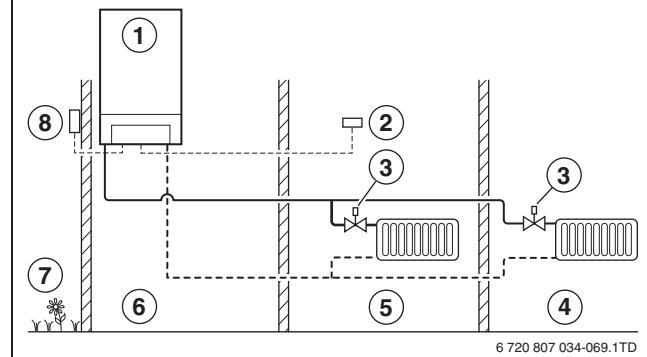

Рис. 24 Регулирование по наружной температуре
- При регулировании по наружной температуре, температура во всех помещениях регулируется терmostатическими вентилями, установленными на отопительных приборах. В этом случае регулятор можно устанавливать в любом месте (→ рис. 24).